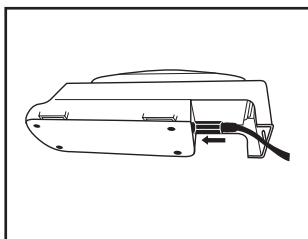

Fig. 1a
- Carregador de Bateria Individual da Série TR-641N da 3M™: Insira o cabo de alimentação do TR-941N de corrente DC no berço (Fig. 1a). Plugue (conecte) o cabo de alimentação numa fonte de energia AC (100-240 V), como uma tomada de parede.